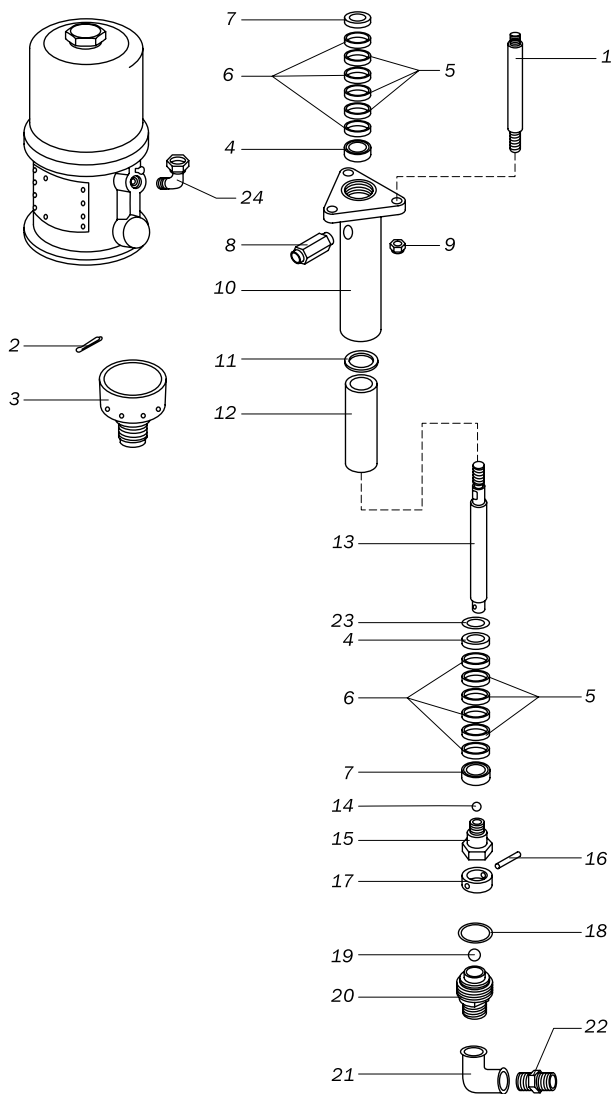

Рис. 9.2.1. Детализированный чертеж насоса окрасочного аппарата.
1. Отсоединить от отвода 24 (рис. 9.2.1) воздушный рукав.
14. Присоедините воздушный рукав к отводу 24 (рис. 9.2.1).
9.2.1. Деталировочный чертеж насоса окрасочного аппарата (рис. 9.2.1).
2. Ослабить герметизирующую втулку 3 (рис. 9.2.1).